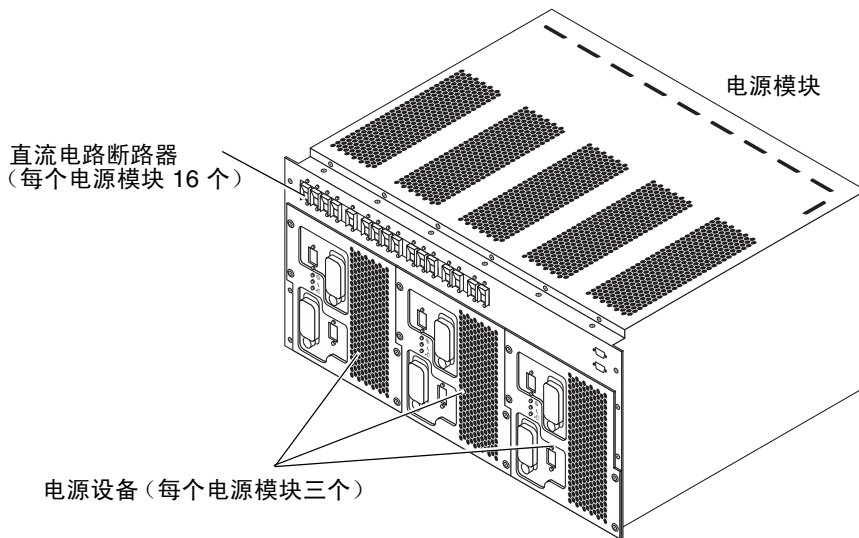

图 2-8 电路断路器和电源设备
2. 确保前、后电源模块的所有 DC 电路断路器都处于“打开”位置（图 2-8）。